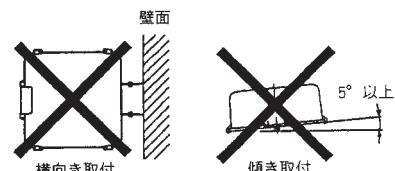

図2
- 投光器は構造物の取付面に図1の取付穴寸法に従って取付ボルトを2本設置し、アームを挿入して平座金、バネ座金、ナットで確実に締付けてください。また、図2のように傾き制限がありますので回転機能は取付面が水平（図1）の場合のみの使用としてください。